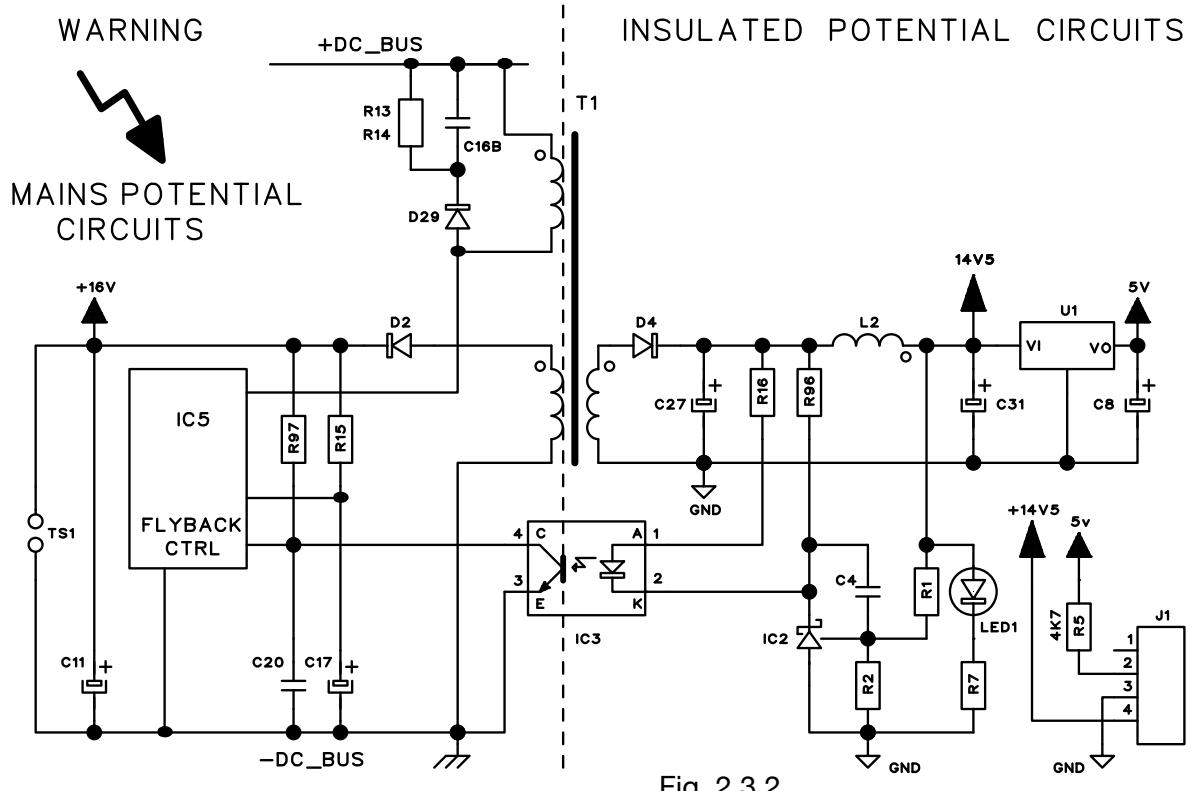

Fig. 2.3.2
Collegato direttamente ai condensatori-DC, un convertitore flyback, presente sulla scheda potenza (12), genera le tensioni di alimentazione di tutti i circuiti del generatore. Queste tensioni sono misurabili sui connettori TS1 e J1, su scheda potenza (12), come indicato in Fig. 2.3.2.
- ◆ Se la tensione è assente, spegnere il generatore e verificare che non ci sia una interruzione nei collegamenti all'ingresso della scheda potenza (12) o nel collegamento dell'induttore (15) del boost converter oppure che i terminali dei condensatori-DC non siano in cortocircuito. Se il caso ricercare l'origine del cortocircuito fra i seguenti componenti: boost converter (Q2, Q3, ecc.), circuito flyback (IC5, D29, C16B, R13, R14, ecc.), condensatori-DC, igt e diodi dell'inverter (Q4 - Q9, D8, D9, ecc.).
- ◆ Se la tensione rimane a 330 Vdc controllare i circuiti del boost converter (IC6, Q2, Q3, D10, ecc.) e la tensione su TS1 di scheda potenza (12), come indicato in Fig. 2.3.2 (alimentazione circuiti flyback e boost converter).
- Scheda potenza (12), connettore J1, terminali:
come indicato in Fig. 2.3.2 (alimentazione circuiti della scheda potenza (12)).